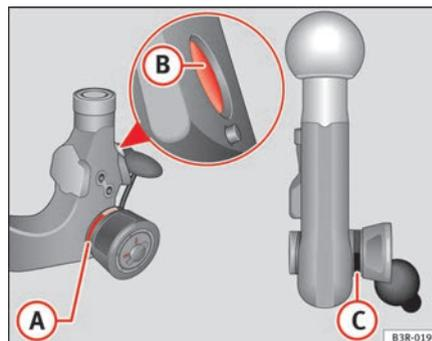

Fig. 151 Dispositivo de reboque desmontável: Rótula
- Verifique se a marca vermelha (A) ⇒ página 200, fig. 151 da roda recartilhada se encontra na zona preta da rótula.
- Verifique se as esferas do perno de bloqueio (B) que se encontram nos orifícios do perno de encaixe estão encaixadas.
- Verifique se a roda recartilhada sobressai claramente da rótula, de modo que entre ambas fique uma ranhura (C).